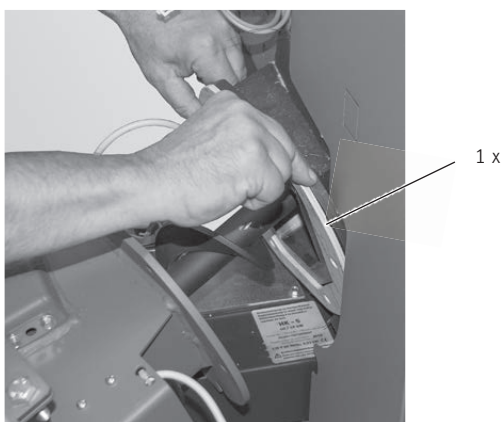
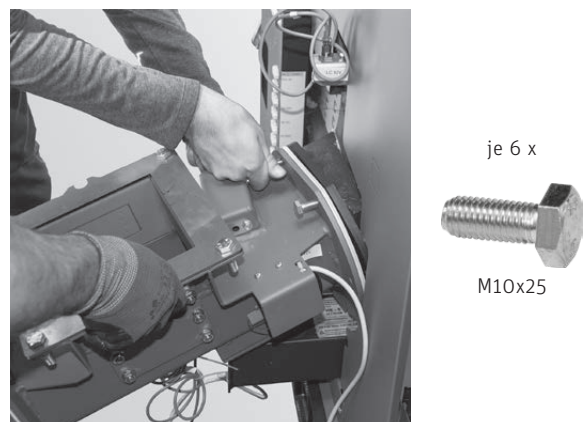

Fig. 105 Stokerschnecke einschieben
Fig. 106 Stokerschnecke festschrauben
► Stokerschnecke in den Kessel einschieben und samt Dichtung festschrauben – Fig. 105, Fig. 106.